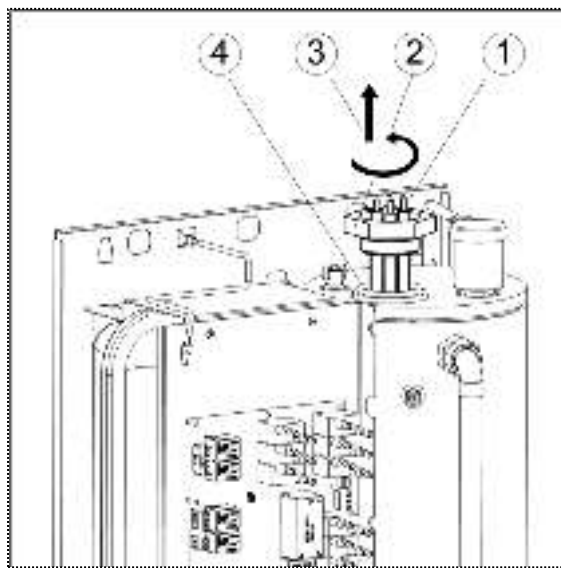

Рисунок 9. Замена блока ТЭН
- 1) Отсоедините силовые провода, идущие от ТЭНов (см. рис. 9).